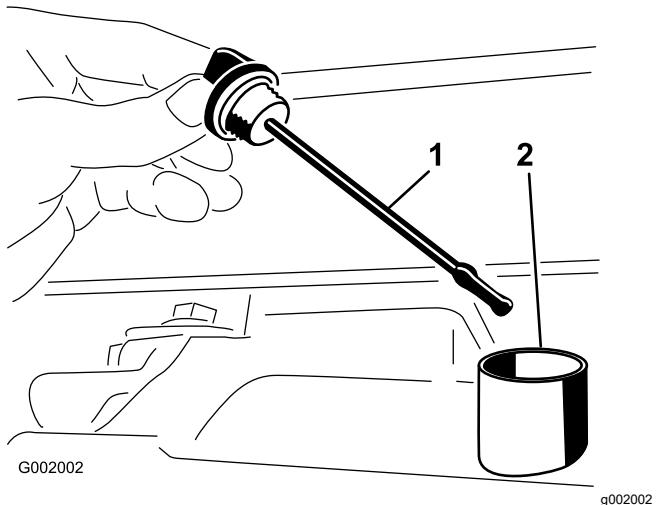

Рисунок 55
- Выньте масломерный щуп моста с коробкой передач и протрите его чистой ветошью (Рисунок 55).